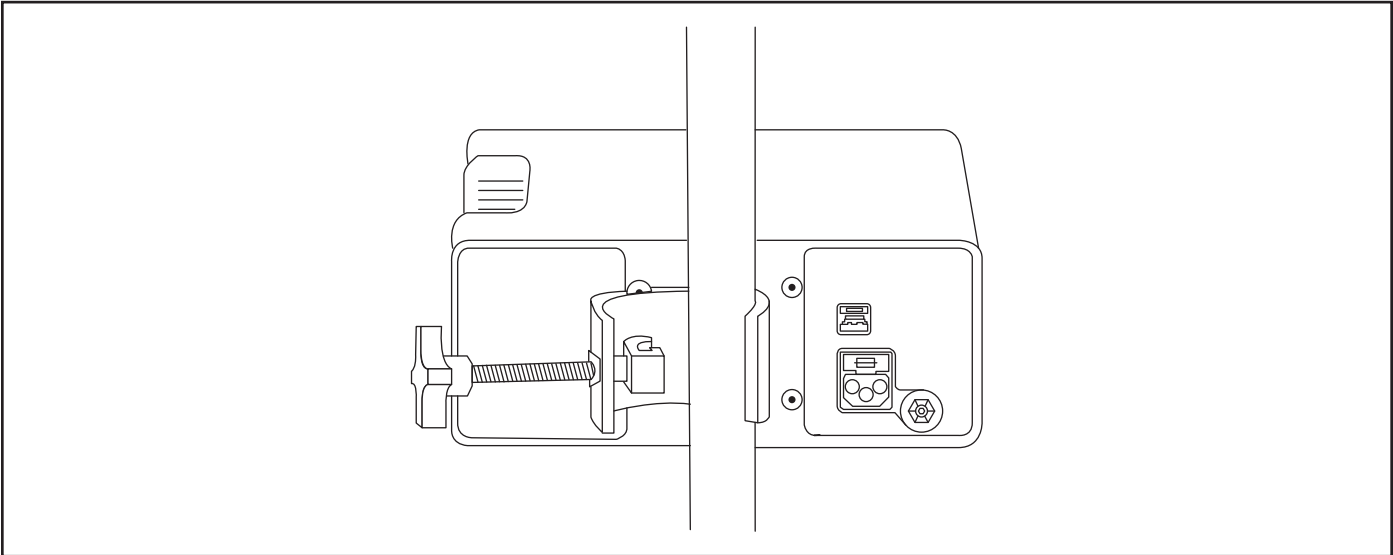

Figura 46. Poste en soporte
2. Coloque el poste dentro del soporte de montaje que se encuentra en la parte posterior de la unidad de control (consulte la figura 46).